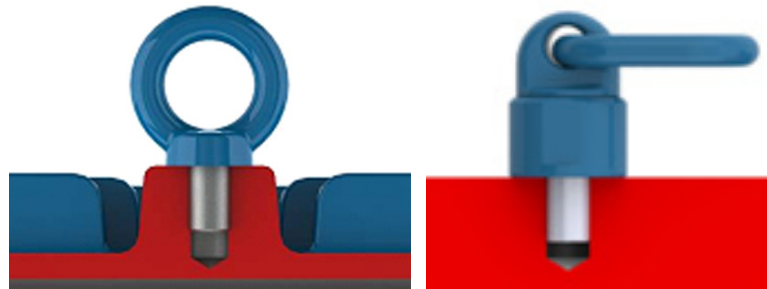
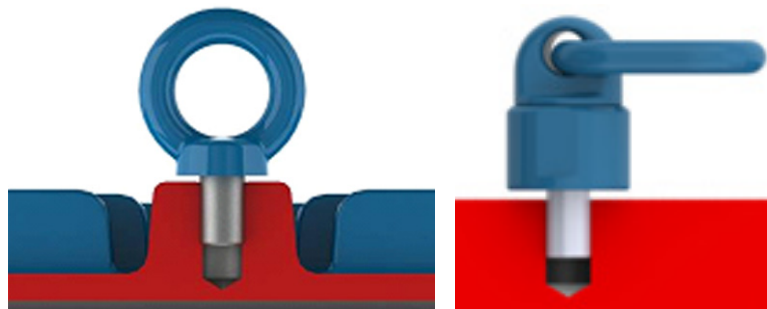

Figura 4.1: Manera correcta de fijación del ojal de izamiento
Figura 4.2: Manera incorrecta de fijación del ojal de izamiento
Antes de iniciar cualquier proceso de izamiento, asegúrese de que los ojales estén adecuadamente fijados, totalmente atornillados y con su base en contacto con la superficie a ser izada, conforme Figura 4.1 de la página 103. Figura 4.2 de la página 103 ejemplifica el uso incorrecto. Asegúrese de que el equipamiento utilizado en el izamiento y sus dimensiones sean adecuados al tamaño del ojal y de la masa del motor.
1. Asegúrese de que los ojales están adecuadamente fijados, conforme Figura 4.1 de la página 103.
2. Instale el primer par de ojales y suspenda el motor, ver Figura 4.1 de la página 103.